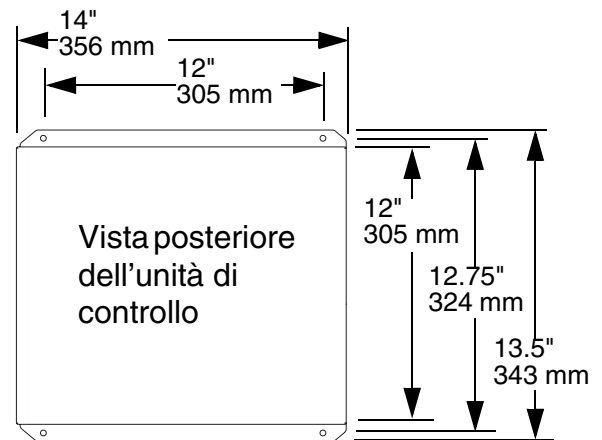

FIG. 6
- Scegliere per l'unità di controllo PrecisionFlo LT una posizione che offra spazio sufficiente per l'installazione, la manutenzione e l'utilizzo dell'apparecchiatura. Vedere FIG. 6.